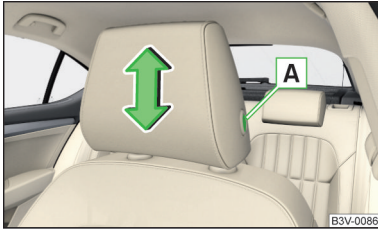

Abb. 82
- Die Sicherungstaste **A** drücken und gedrückt halten » Abb. 82.